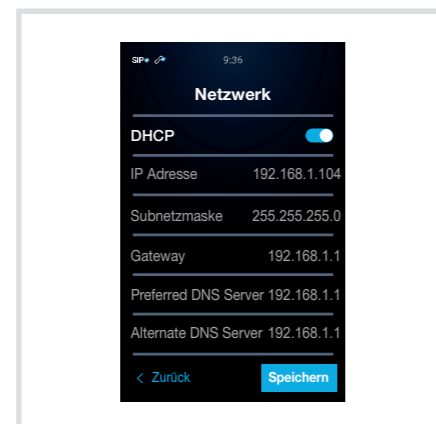

Bild 36: Automatische Zuordnung
- Für die automatische Netzwerkeinstellung **DHCP** auf **Ein**  positionieren (Bild 36).